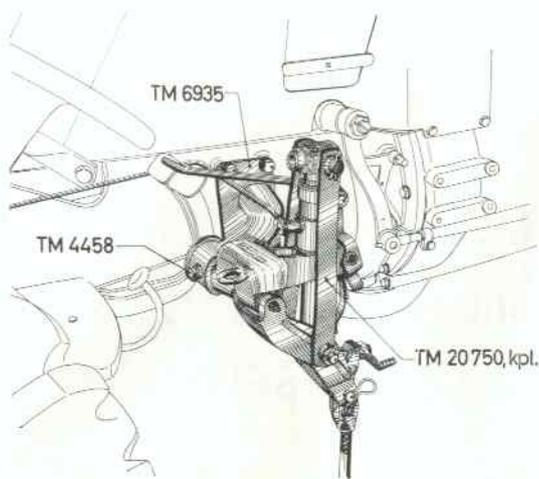

Abb. 10
1. Das S&S Hydraulik-Hebwerk TM 20750, kpl. wird wie das Handhebwerk TM 20506 B in die Aufnahmebohrung des Tragbockes TM 6935 eingeschoben und mit dem Kegelstift TM 4458 gesichert (Abb. 10 u. 11).